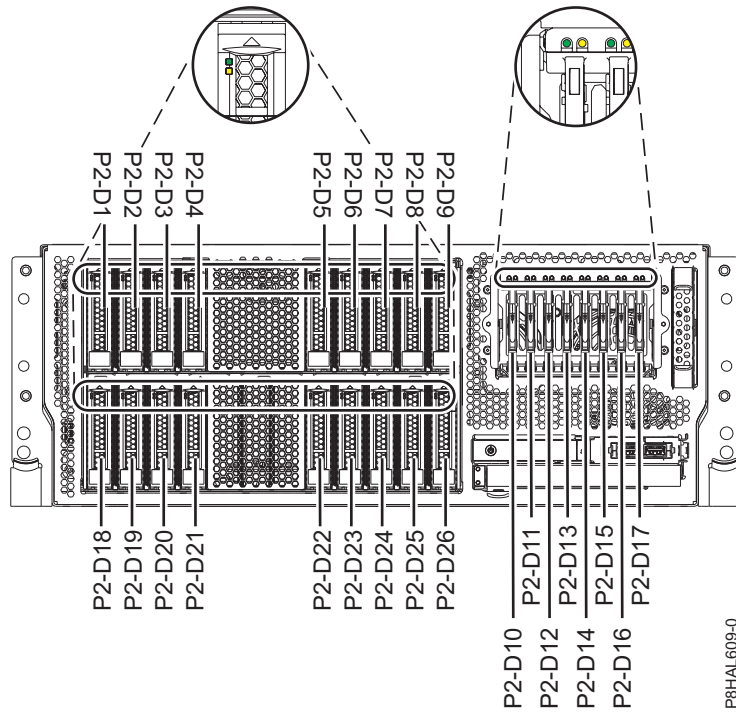
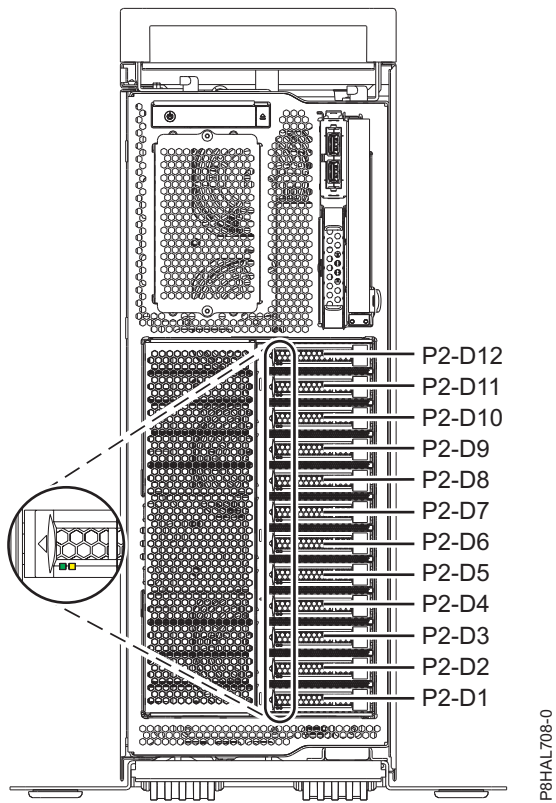
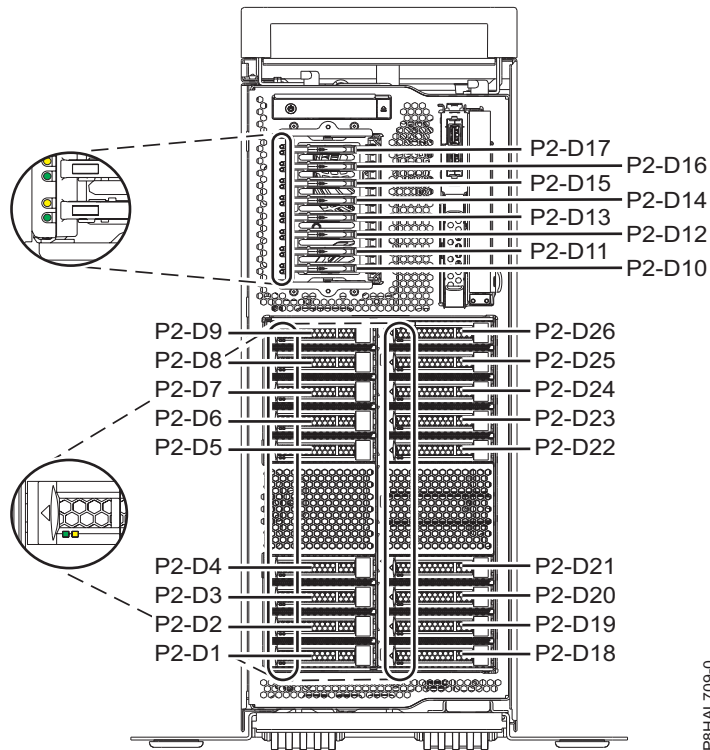

Figure 17. Emplacements des unités de disque, des unités SSD et des voyants d'activité d'un système 8286-41A ou 8286-42A à fonction étendue monté en armoire
Figure 18. Emplacements des unités de disque ou des unités SSD et des voyants d'activité d'un système 8286-41A à fonction de base autonome
Figure 19. Emplacements des unités de disque, des unités SSD et des voyants d'activité d'un système 8286-41A à fonction étendue autonome
2. Déterminez l'emplacement dans lequel vous souhaitez installer une unité de disque ou une unité SSD. Les emplacements de l'unité de disque et de l'unité SSD sont situés à l'avant d'un système. Des emplacements SSD supplémentaires sont également disponibles dans un système à fonction étendue. La figure 16 et la figure 17, à la page 23 illustrent les emplacements des unités de disque ou des unités SSD et des voyants d'activité d'un système monté en armoire. La figure 18, à la page 24 et la figure 19, à la page 25 illustrent les emplacements des unités de disque ou des unités SSD et des voyants d'activité d'un système 8286-41A autonome.